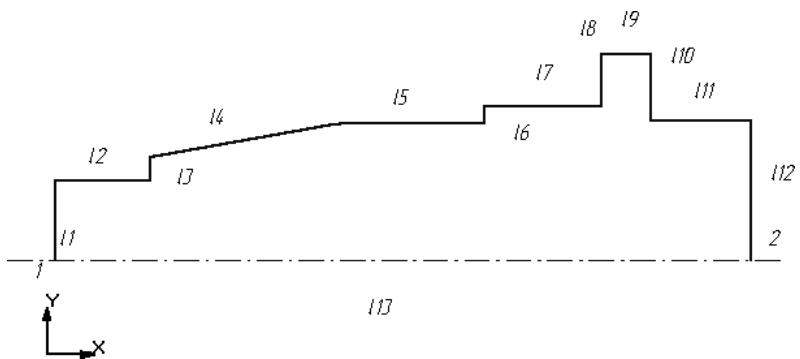

Рис. 3
4. Вызовите команду **ровнять точки по зонтикам** и примените ее к любым точкам отрезков *l5* и *l11*. Результат наложения перечисленных отношений и связей приведен на рис. 3.
5. Вызовите команду **Зафиксировать точку** и зафиксируйте точку **2** (см. рис. 3).